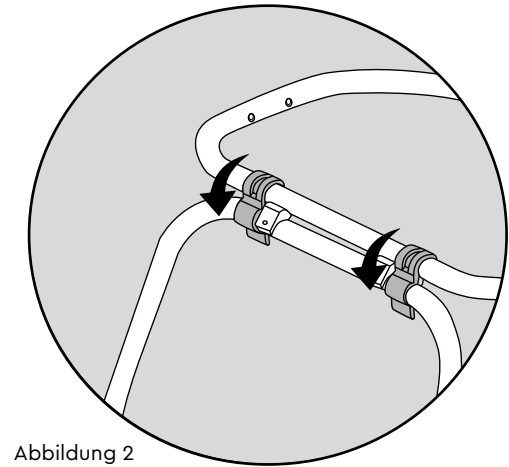

Abbildung 2
2. Die Stangen durch Herunterdrücken der Verriegelungen verbinden (Abbildung 2).